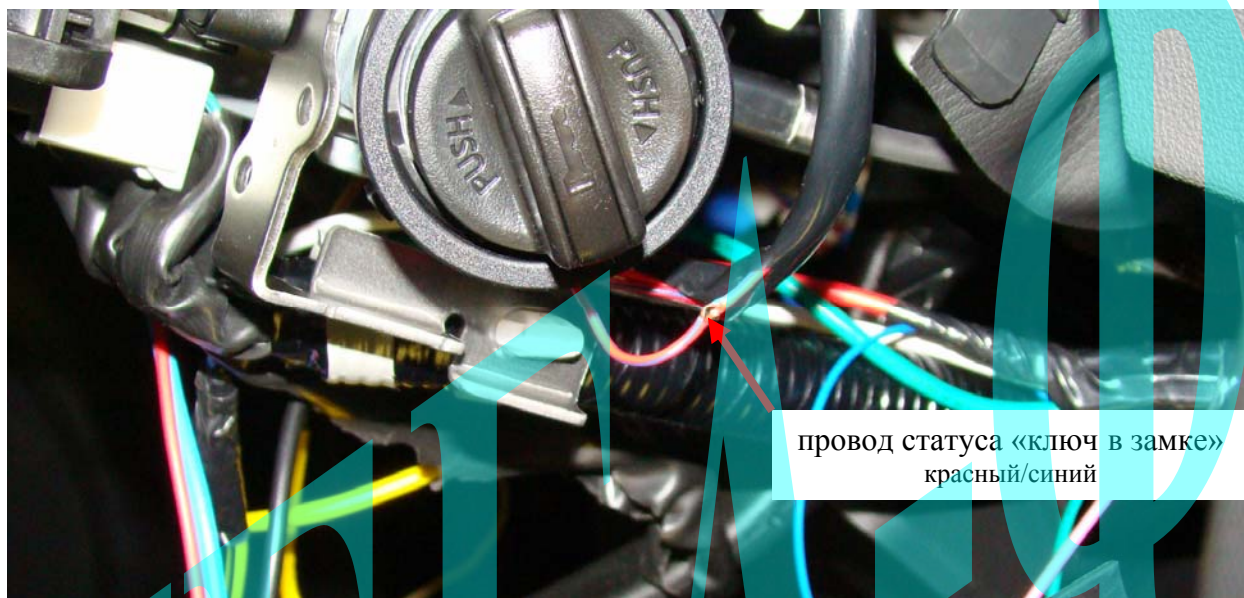

Рис. 6: Провод статуса «ключ в замке».
Для реализации автоматического запуска на автомобилях с функцией Intelligent Key необходимо организовать подачу сигнала «ключ в замке». Для автомобиля NISSAN X-TRAIL этот сигнал подаётся на красный/синий провод двухконтактного разъёма замка зажигания (См. Рис. 6) в положительной полярности. По этому сигналу штатный иммобилайзер автомобиля осуществляет опрос пассивного транспондера ключа зажигания автомобиля. Организовать этот сигнал можно при помощи фиолетового провода («зажигание 2») Scher-Khan Magicar 5(A) разъёма CN1 через реле аналогично организации силового «зажигания 2». При этом необходима гальваническая развязка между «зажиганием 2» автомобиля и проводом статуса «ключ в замке» для того, чтобы при включении зажигания